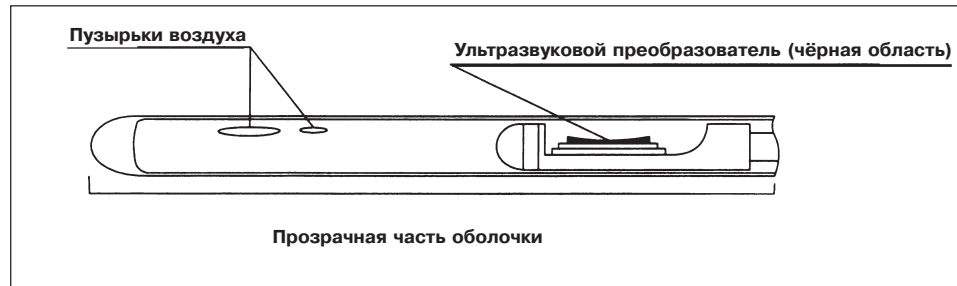

Рис. 3.2
- Тщательно осмотрите прозрачную часть оболочки вводимой трубки ультразвукового зонда на предмет наличия внутри жидкости пузырьков воздуха (см. рис. 3.2). Если жидкость для проведения ультразвуковых волн отсутствует внутри дистального конца ультразвукового зонда, выполните этапы 3 - 7. При наличии пузырьков воздуха в области прозрачной оболочки вводимой трубки зонда выполните этапы 5 - 7.